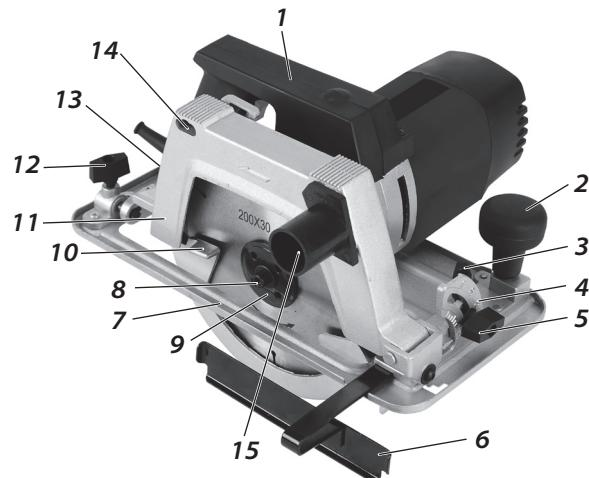

Рис. 1
**2. ОБЩИЙ ВИД ПИЛЫ (Рис. 1,2)**